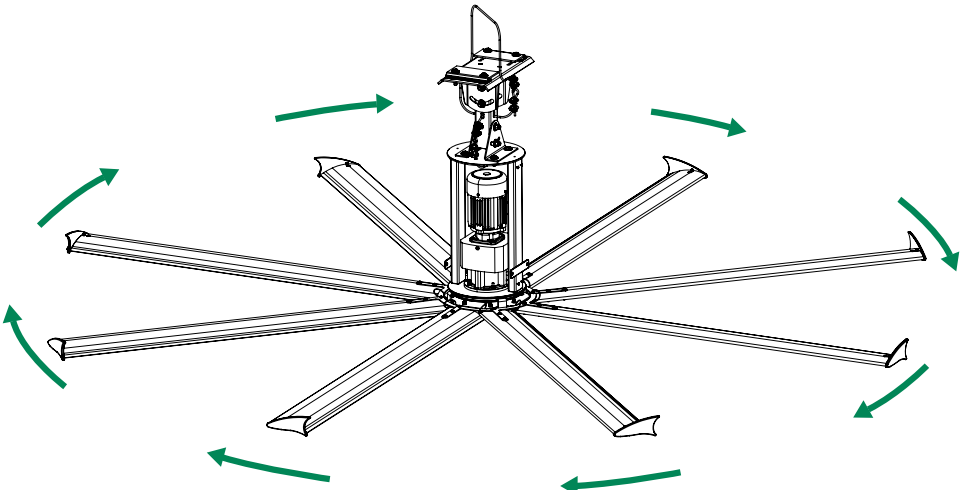

Fig. 21.1
21.7 Verifique la rotación apropiada del ventilador. El giro debe ser en sentido opuesto de las manecillas del reloj, cuando se observa desde el suelo (Fig. 21.1).